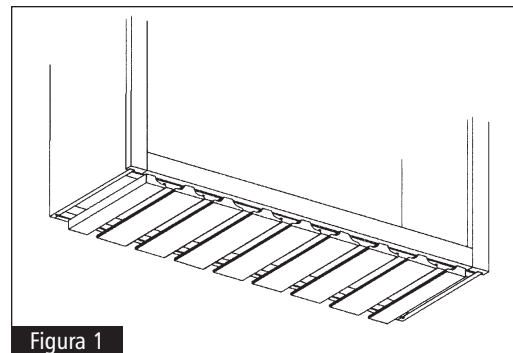

Figura 1
- 2** Usando los agujeros perforados previamente en las tiras de montaje (cuatro por cada tira), haga agujeros guía de 1/8" de diámetro a una profundidad de 3/8" y sujételas a la parte inferior del gabinete con (8) tornillos Phillips n.º 8 x 1". Vea la figura 1.